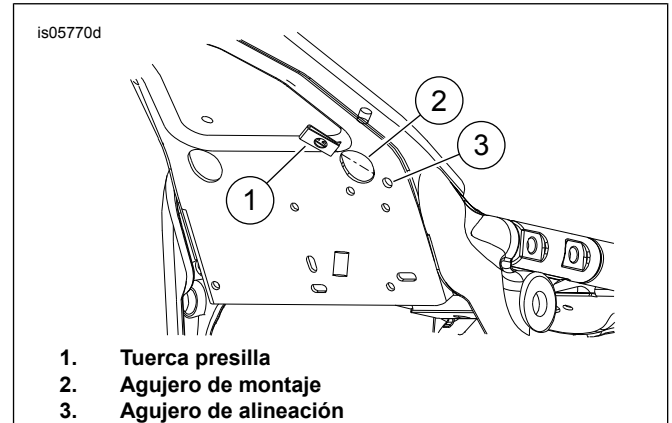

Figura 4. Instale la tuerca presilla
1. Ver Figura 4 . Instale la tuerca presilla (1) en el agujero de montaje (2).
2. Alinee la presilla con el agujero de alineación (3).